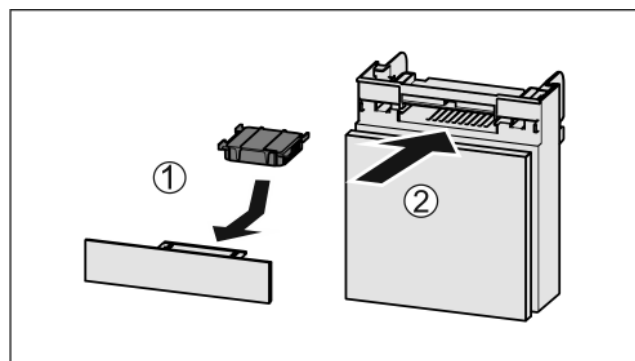

Fig. 43
- Установите фильтр с активированным углем, как показано на рисунке Fig. 43 (1).
- Вставьте отделение Fig. 43 (2).